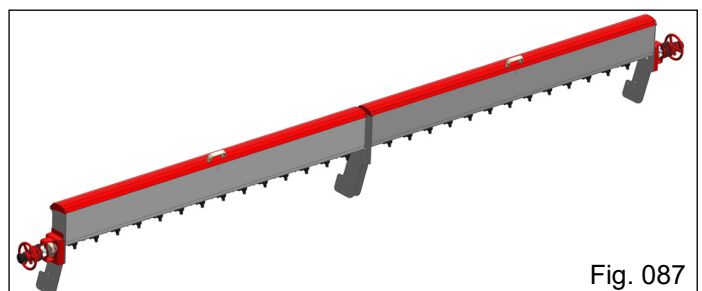

Fig. 087
5.3 - 3ª Caixa de braquiária (Fig. 087).